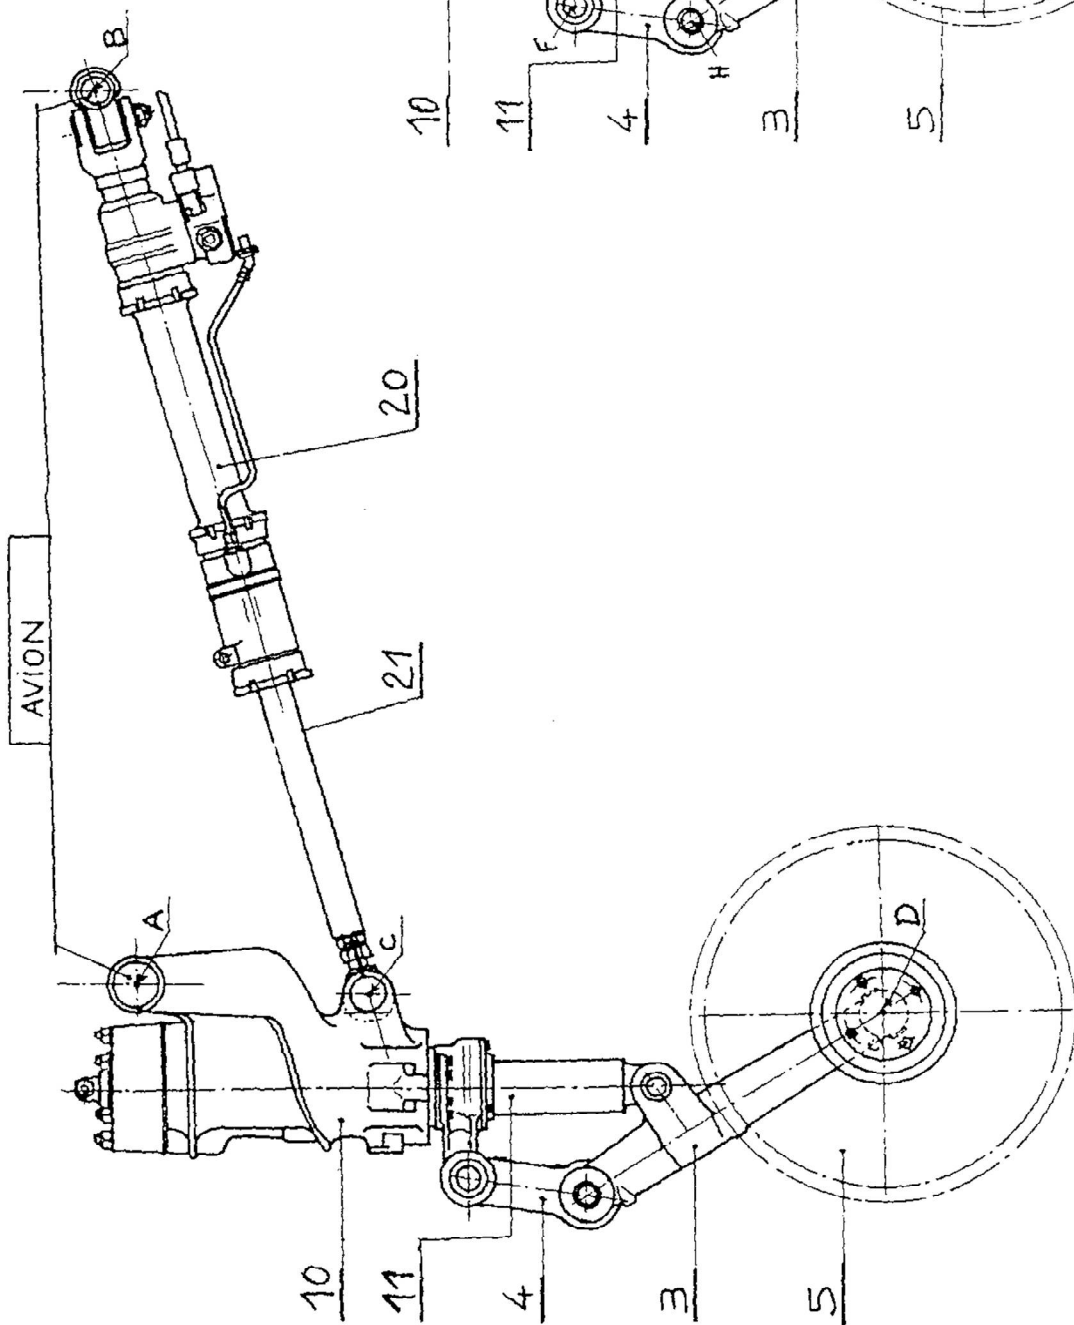

figure 2
- le mécanisme de rentrée et sortie du train (*figure 2*).